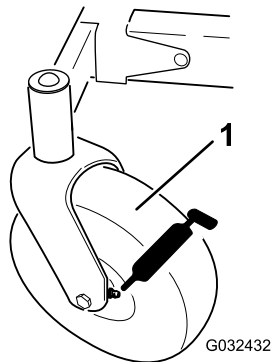

Bild 37
3. Reinigen Sie die Schmiernippel (**Bild 37**) mit einem Lappen.
4. Setzen Sie die Fettpresse nacheinander an allen Nippeln an (**Bild 37**).